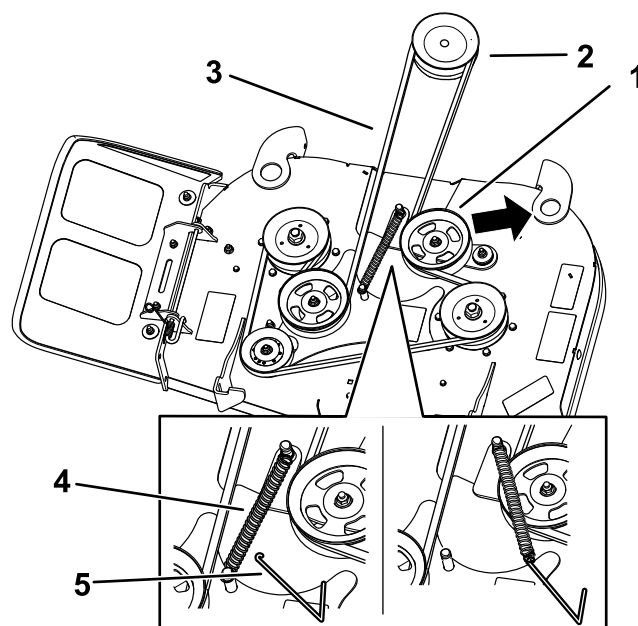
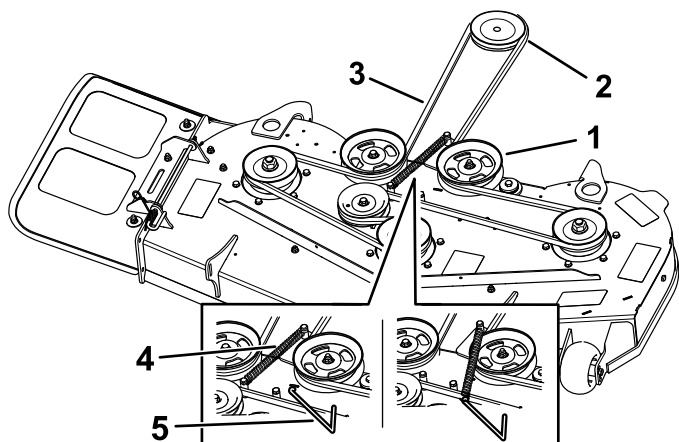

Figura 52
Figura 53
2. Vite (4)
5. Con un attrezzo rimuovi molle (n. cat. Toro 92-5771), rimuovete la molla di rinvio dal gancio del piatto per allentare la tensione sulla puleggia tendicinghia e toglie la cinghia dalle pulegge (Figura 52 o Figura 53).
6. Fate passare la nuova cinghia attorno alla puleggia della frizione e a quelle del tosaerba (Figura 52 o Figura 53).
7. Montate la molla di rinvio sul gancio del piatto (Figura 52 o Figura 53).